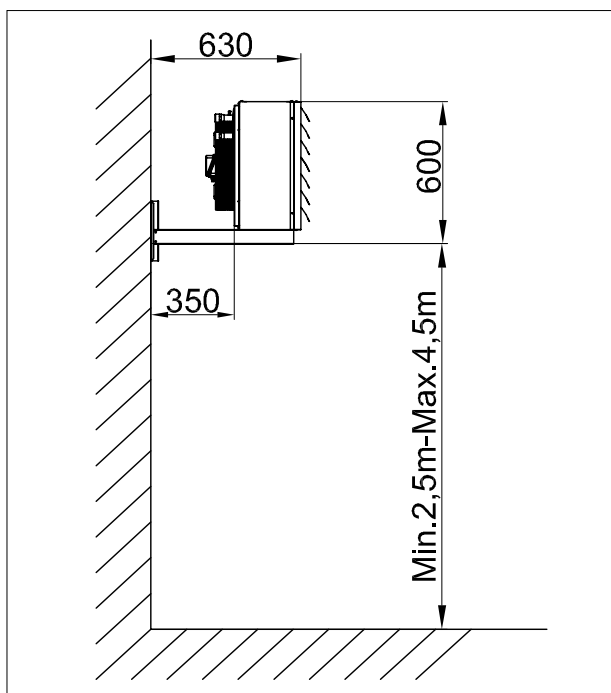

fig.1
- Appoggiare il supporto di base (fig.1) e segnare lungo la parete verticale le forature da eseguire.